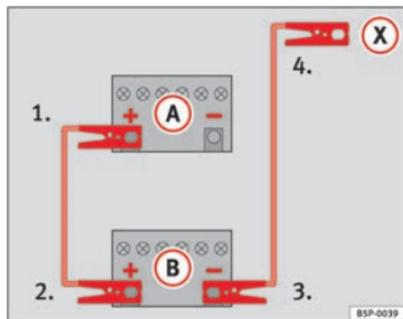

Fig. 230 Esquema de ligação dos cabos auxiliares do arranque
Na ⇒ fig. 230 (A) está representada a bateria sem carga e em (B) a bateria com carga.
1. Ligar uma extremidade do cabo auxiliar de arranque vermelho ao terminal positivo ⇒ fig. 230 (+) do veículo com a bateria descarregada ⇒ ⚠.
4. Ligue a outra extremidade do cabo preto (X) a uma peça maciça fixa ao bloco do motor, ou ao próprio bloco do motor do veículo com a bateria descarregada, mas não nas proximidades da bateria ⇒ ⚠.